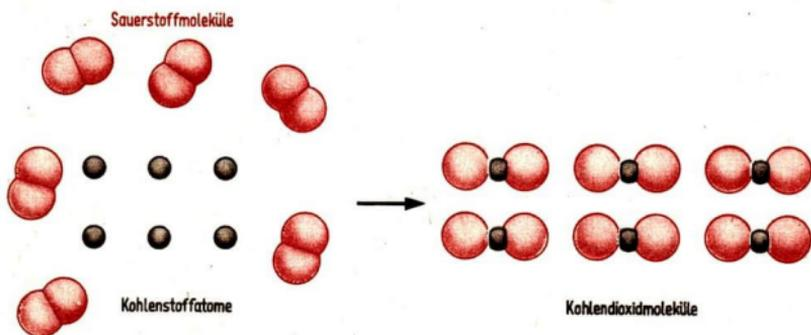

Abb. 29 Chemische Reaktion von Sauerstoff mit Kohlenstoff (Modell)
■ **Oxydation von Kohlenstoff (Abb. 29):**